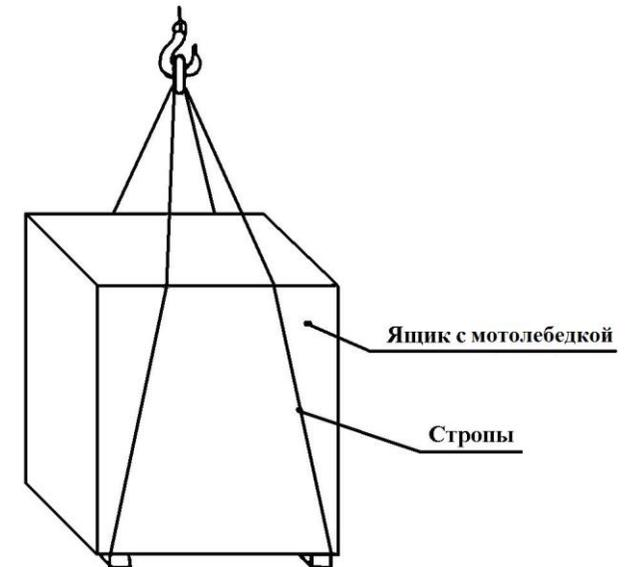

Рис. 4 Схема строповки мотолебедки при грузоподъемных операциях
3.4 При проведении грузоподъемных работ собранную мотолебедку поднимать согласно схеме, указанной на рис. 4а, ящик с упакованной мотолебедкой - согласно схеме строповки при грузоподъемных операциях (рис. 4б).